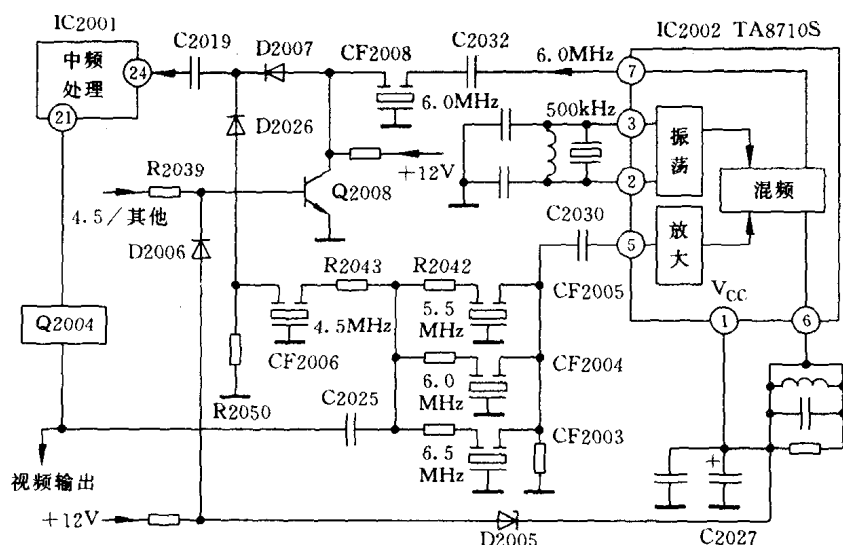

图 1-5 伴音制式切换
“4.5/其他”高电平加到 Q2007 基极, Q2007 导通, 将 4.5MHz 晶体接入 IC2001 的②脚内调频检波器; 第三, “4.5/其他”高电平经 R2038 加到 Q2010 输入端, 使 Q2010 导通, IC2001 的①脚经 R2017 到地; 第四, “4.5/其他”信号为高电平时, 经 R2039 (参见图 1-5) 使系统开关控制管 Q2008 导通, 将 CF2008/6.0MHz 带通滤波器输出端接地, 同时二极管 D2007 截止, 关断 6.0MHz 的通路, 此时由 CF2006 选出 4.5MHz/NTSC-M 制的第二伴音中频信号经 D2026 加到 IC2001 的②脚。
极高电平使 D2003 截止, D2004 因正偏而导通, Q2003 导通, 与 R2009 一起对中频信号进行箝位, 此时, 中频信号由 Q2001 集电极、D2002、C2001 加到声表面波滤波器 SF2001 的④脚; 当“4.5/其他”信号为高电平时, 使 Q2007 截止, Q2006 导通, 将 CF2001 接入电路; 当“4.5/其他”信号为低电平时, 使 Q2010 截止, 将 C2021、C2022 并入, 作为调频检波器的移相网络。当“4.5/其他”信号为低电平时, 还经过 R2039 使 Q2008 截止, D2007 导通, 使 6.0MHz 带通滤波器输出经 D2007 和 C2019 加到 IC2001 的②脚, 参见图 1-5 所示。
如图 1-5 所示, 伴音制式切换电路由 IC2002 和 Q2008 等组成。当系统工作在 4.5MHz 伴音制式时, “4.5/其他”信号为高电平, 使 Q2008 导通, D2007 截止, 4.5MHz 信号直接由 CF2006 滤波选频经 D2006、C2019 输出到 IC2001 的②脚。